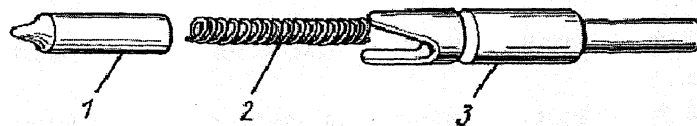

Рис. 95. Сверло для высверливания кольцевых отверстий при снятии межэлементных перемишек:
Сильно поврежденная перемишка должна быть заменена новой, для чего специальным сверлом (рис. 95) высверливают кольцевые отверстия вокруг выводных штырей и снимают перемишку.
- разрезать межэлементные перемычки с помощью ножовки или высверлить кольцо в месте соединения перемычки с выводным штырем специальным сверлом (см. рис. 95);